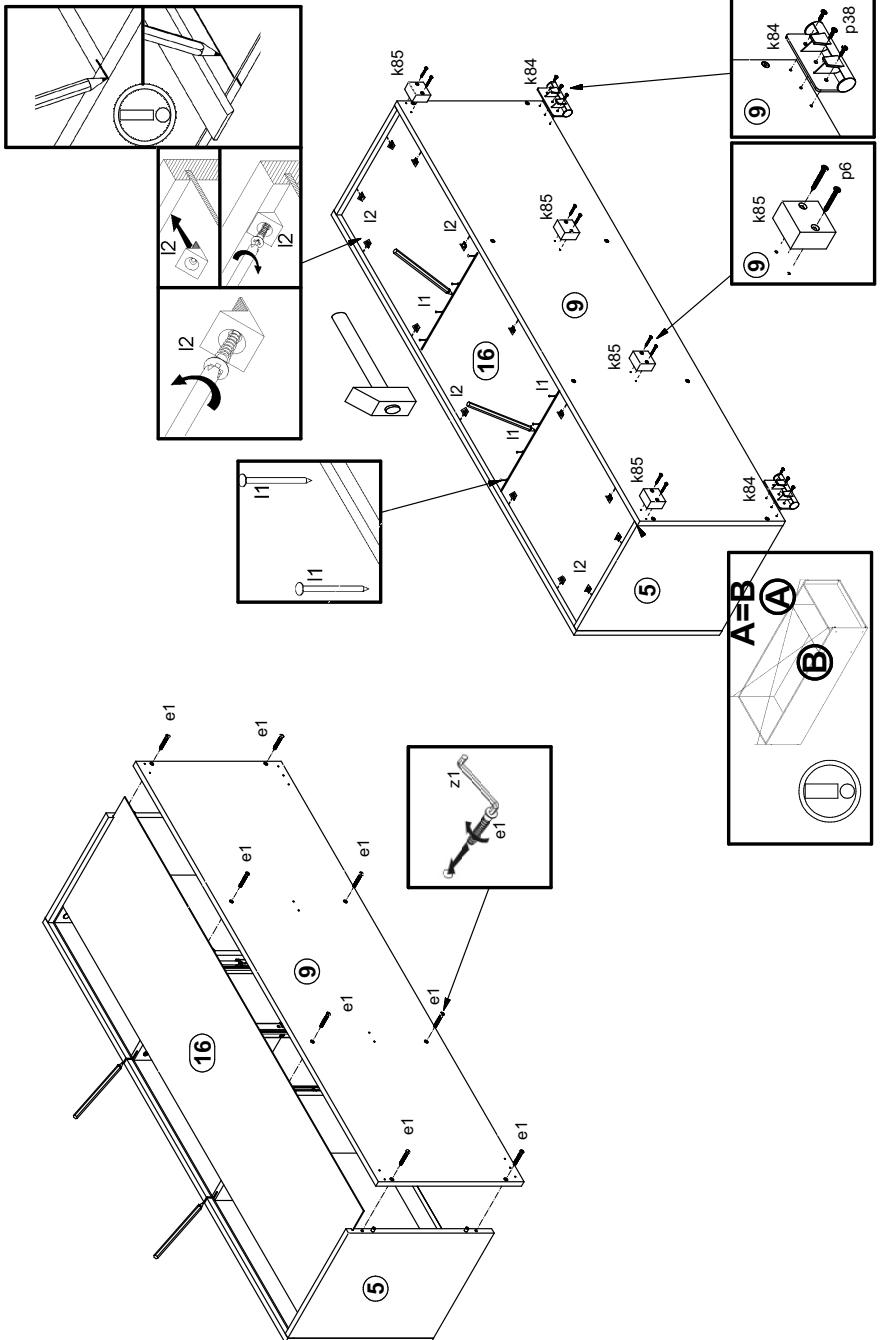

Рисунок 4
9. В пазы деталей 4, 5, 8 вставить стенку заднюю 16 (см. рис. 4).
10. Присоединить щит 9 к стенкам 4, 5, 6, 7, затянуть конформаты e1, пользуясь ключом z1 (см. рис. 4).
11. В отверстия Ø3 мм на нижней поверхности щита нижнего 9 закрепить опоры полимерные k85 шурупами p6, а также опоры полимерные k84 шурупами p38 (см. рис. 4).
12. Выровнять корпус изделия, измеряя рулеткой расстояние между противоположными углами по диагонали. Расстояния должны быть равны (см. рис. 4).
13. Закрепить стенку заднюю 16 на корпусе изделия гвоздями l1 с шагом 80-120 мм, элементами крепления задней стенки l2 (см. рис. 4).